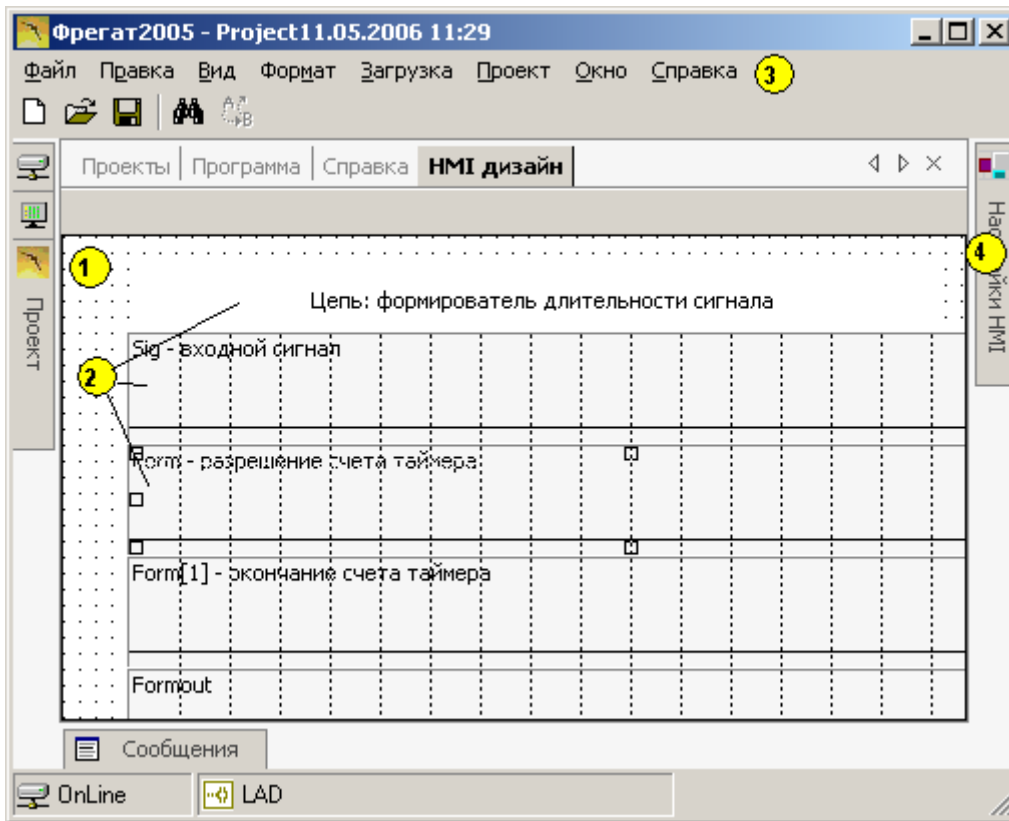

Рис. 2.13.1 Дизайнер форм HMI
- дизайнер форм интерфейса (Фрегат2005) Рис. 2.13.1;